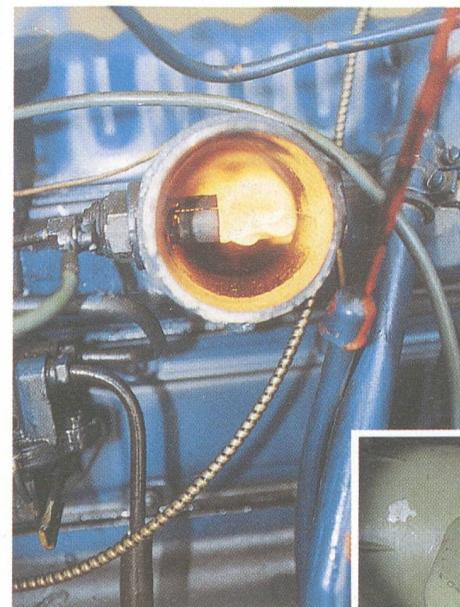

Bild 1
**Bild 1** Bei landwirtschaftlichen Dieselmotoren trifft man als Starthilfe am häufigsten die Flammglühkerze an. Diese erwärmt die Ansaugluft während des Startvorganges, indem sie mit geringster Menge Dieselöl eine Flamme im Ansaugrohr erzeugt und so den Start auch bei tiefen Außentemperaturen ermöglicht. Die einfachste Funktionskontrolle ist die Sichtprüfung der Vorwärmflamme bei demontiertem Luftfilter. **Vorsicht!** Entzündet sich das verdampfte Dieselöl, bevor es vom in Gang gesetzten Motor angesaugt wird, besteht die Gefahr einer starken Stichflamme aus dem Ansaugrohr. Sicherer, aber weniger eindeutig ist die Kontrolle bei montiertem Luftfilter, indem man mit der Hand prüft, ob das Ansaugrohr im Bereich hinter der Flammkerze handwarm geworden ist.
**Bild 3** Wenn die Flammkerze noch zum Glühen gebracht werden kann, aber trotzdem keine Flamme mehr entsteht, ist eine Verstopfung in der Dieselölzufuhr wahrscheinlich. Die heikelste Stelle befindet sich in diesem Fall im Leitungsanschluss, wo je nach Hersteller ein Sieb oder eine Dosierdüse (mittleres Teil in der Abbildung) eingesetzt ist. Sieb und Düse mittels Schraubendreher herausnehmen und mit Druckluft in Gegenrichtung ausblasen. Die Dosierdüse besitzt eine äußerst feine Bohrung, die nur mittels Lupe bei starkem Licht (Arbeitsscheinwerfer) auf freien Durchgang kontrolliert werden kann. Nach dem Zusammenbau wiederhole man die unter Abbildung 1 beschriebene Sichtprüfung der Vorwärmflamme noch einmal.